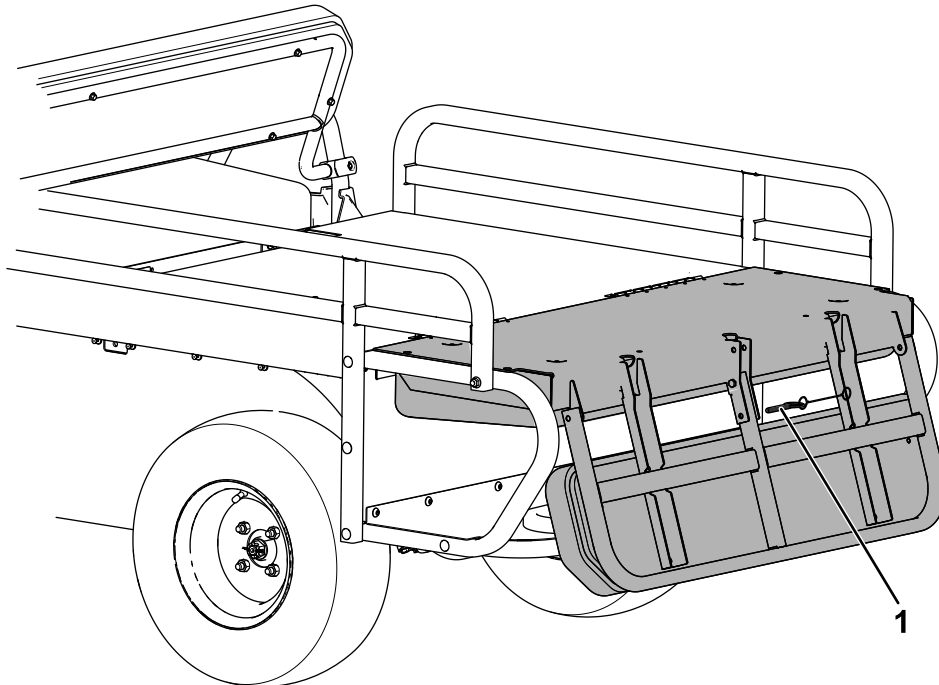

Bild 13
3. Drehen Sie den Sitz nach vorne und nehmen Sie den Schnelllösestift ab (**Bild 13**).